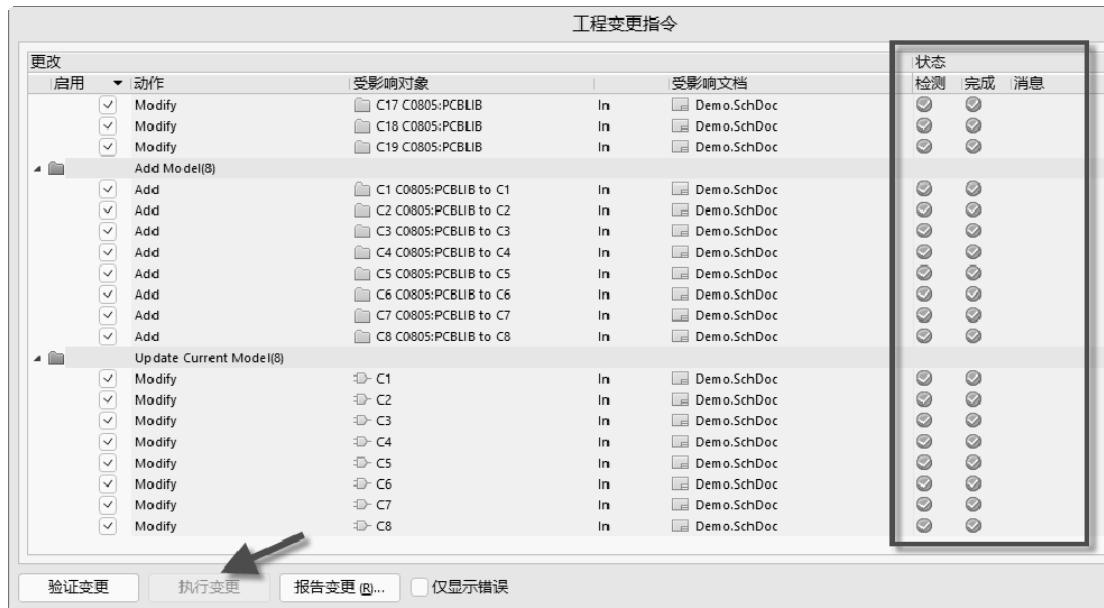

图 8-4 更新封装信息
(4) 对封装进行完编辑或添加等操作之后，单击右下角的“接受变化（创建 ECO）”按钮，在所得到的对话框中，对更新内容单击“执行变更”按钮，更新到原理图当中，如图 8-4 所示。